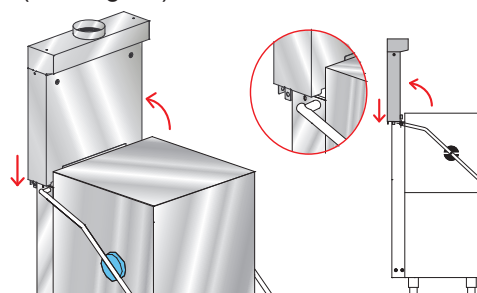

Fig. 11
- Posizionare il recuperatore in verticale sopra la struttura dello schienale (vedi Fig. 11).